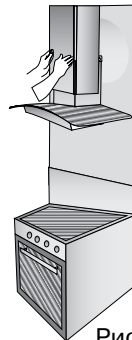
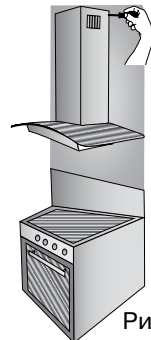

Рис. 14
Рис. 15
9. Поместите внутренний декоративный короб в наружный. Установите наружный короб на корпус вытяжки и закрепите его винтами (рис. 14). Внутренний короб поднимите вверх до совмещения узлов крепления короба и планки и соедините их винтами (рис. 15)